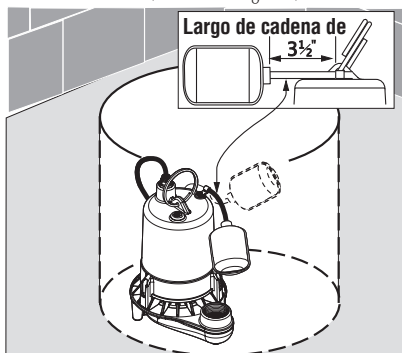

Figura 3
- Coloque la bomba en el sumidero; verifique que nada interfiera con el funcionamiento del interruptor. Para modelos de interruptores anclados, el largo de la cadena debe ser de 3 1/2" (Consultar la figura 3).